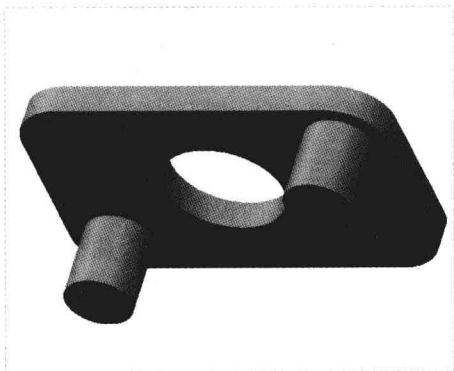

图 5-10 创建拉伸方向特征
Step 04 单击“应用并保存在工具中所做的所有更改，然后关闭工具操控板”按钮，即可创建拉伸方向特征，按【Ctrl+D】组合键，将视图切换至标准模式，如图 5-10 所示。